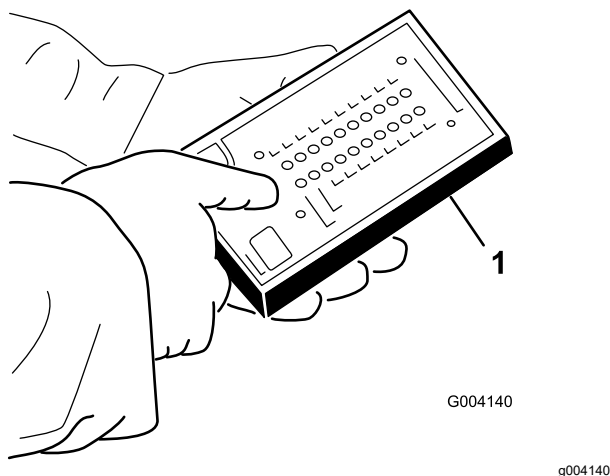

图 42
5. 将 ACE故障诊断器 接头连接至线束接头 (图 42)。